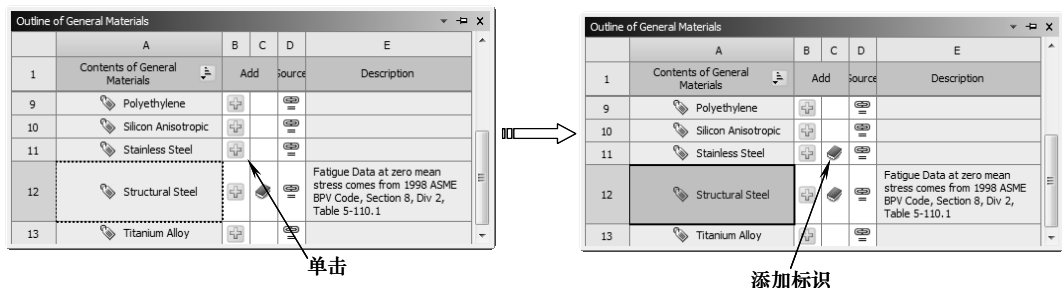

图 5-69 添加 Stainless Steel
4) 在【Outline of General Materials（通用材料列表）】窗口中单击 B11 栏的  按钮，此时在 C11 栏上会出现（使用中的）标志 ，表明材料已经添加到分析项目之中，如图 5-69 所示。